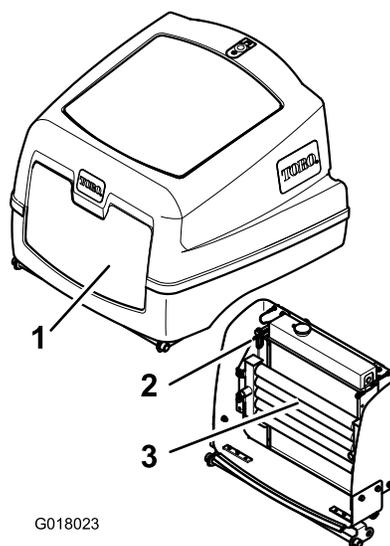

Figura 42
4. Sbloccate il fermo e aprite il coperchio del motore (Figura 42).